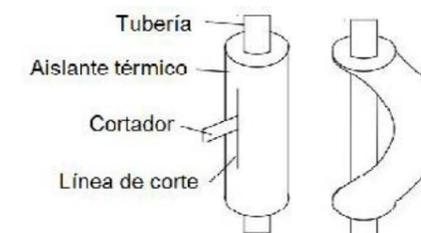

Figura 15
- (2) No doble las tuberías en un ángulo superior a  $90^\circ$ .
- (3) Cuando los tubos son doblados o estirados en varias ocasiones, el material se endurecerá, haciendo difícil doblarlos o estirarlos más. No doble o estire los tubos más de tres veces.
- (4) Al doblar la tubería, no la doble como está, de lo contrario se contraerá la tubería. En este caso, corte la tubería aislante de calor con un cortador afilado tal como se indica en la Figura 15, y dóblela después de exponer el tubo. Después de doblar la tubería como desee, asegúrese de poner el tubo aislador de calor de nuevo en la tubería y fíjelo con cinta adhesiva.
Sostenga la llave dinamométrica en su agarre, manteniéndola en el ángulo recto con la tubería, tal como se indica en la Figura 15, con el fin de ajustar la tuerca cónica correctamente.